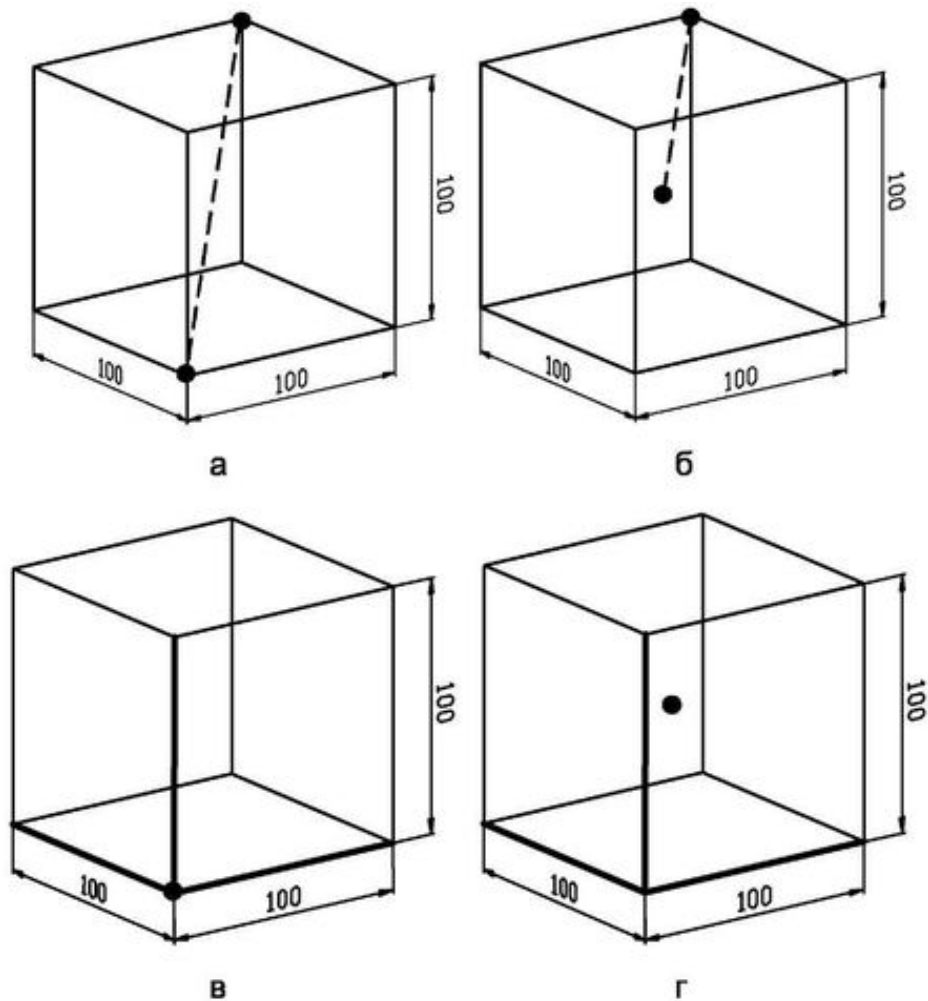

Рис.8.3 Засоби побудови паралелепіпеда
1. Ввести координати двох протилежних кутів або відзначити клацанням миші їх положення на екрані (рис.8.3а).
3. Ввести координати першої вершини, а потім перейти до розмірів сторін (рис. 8.3в). Для переходу до довжині, ширині і висоті паралелепіпеда потрібно на підказку Specify corner or [Cube / Length] ввести параметр Length, після чого
4. Ввести координати геометричного центру, а потім перейти до розмірів сторін (рис. 8.3г). Щоб визначити положення центра коробка, потрібно у відповідь на питання Specify corner of box or [Center] <0,0,0> вибрати параметр Center, після чого на питання Specify center of box <0,0,0> ввести відповідні координати. Для переходу до довжині, ширині і висоті паралелепіпеда потрібно на підказку Specify corner or [Cube / Length] ввести параметр Length, після чого відповіді на три питання (див. Вище).